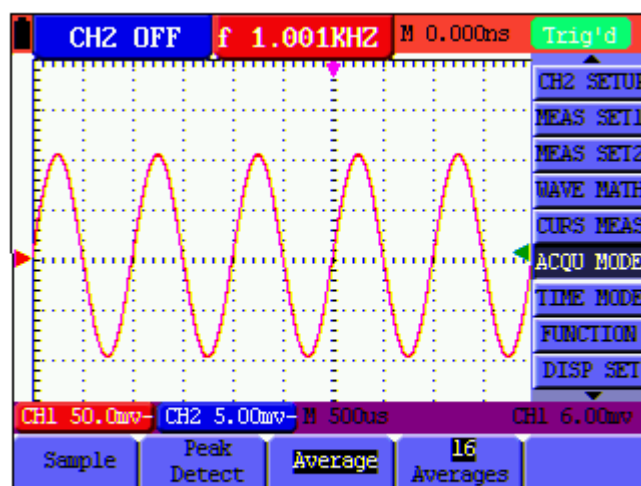

Abbildung 13: Average Factor Abtastmodus
2. Drücken Sie die **MENU ▲** oder **MENU ▼** Taste, um den **ACQU** (Akquisition) Modus auszuwählen. Es werden vier (4) auswählbare Optionen im unteren Bildschirmbereich angezeigt.
3. Drücken Sie die **F3** Taste, um **Average Factors** auszuwählen und drücken Sie anschließend die **F4** Taste, um zu **Averages 16** zu springen. Das Messgerät mittelt anschließend 16 Stichproben (oder Akquisitionen) und zeigt das Endergebnis an. Siehe Abbildung 13: